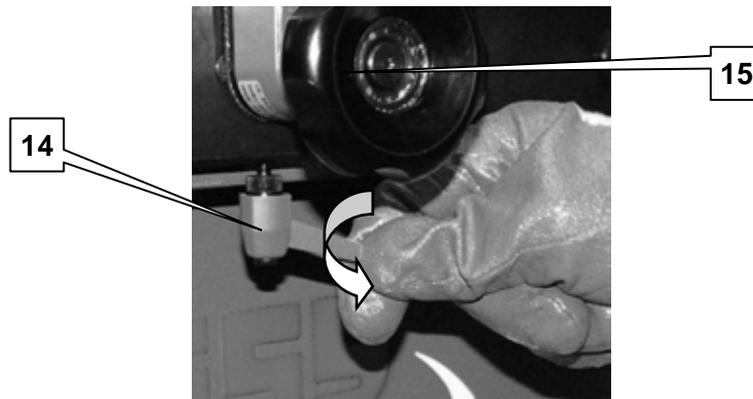

Figura 4.63 – Bloccaggio manopola
9.3 bloccare la manopola **15** mediante la leva **14** (figura 4.63);